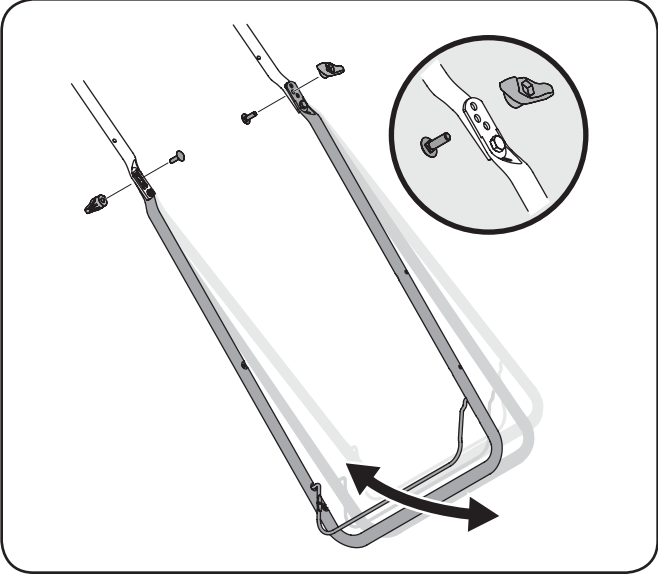

Figure 3-11
- 1. Retirez les écrous à oreilles et les boulons ordinaires du guidon. Voir la Figure 3-11.
- 2. Choisissez la position la plus confortable parmi les trois positions possibles. Voir le détail de la Figure 3-11.